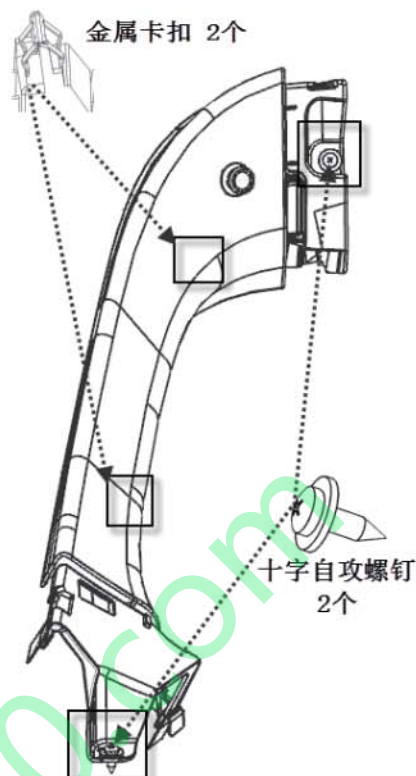

图 10-4-1 左/右护板拆卸示意图
- (1) 首选将后背门上、下护板拆卸（参照 10.1、10.3 后背门上护板、下护板的拆卸方法）；
- (2) 如图 10-4-1，用十字螺丝刀将上下两处螺钉拧下，然后向外侧用力将金属卡扣（两个）与钣金分离，即可拿下后背门左/右护板。